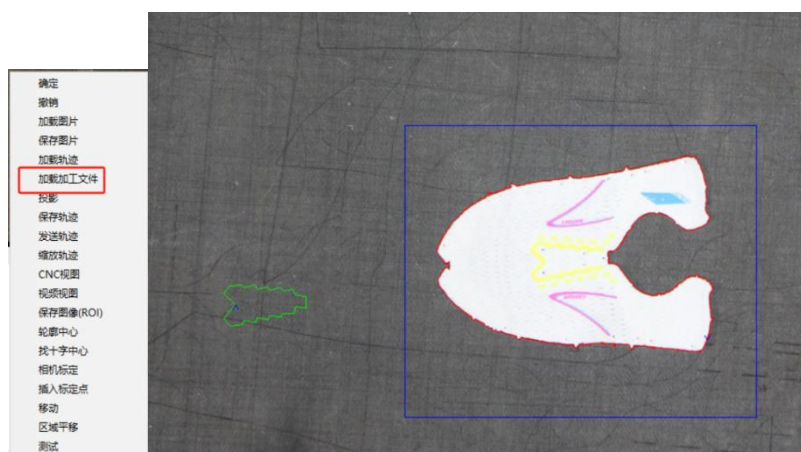

图 7-6 加载加工文件步骤 1
1) 鼠标右键单击视图区，“菜单”选择加载加工文件，选择模板加工文件(图 7-6)。